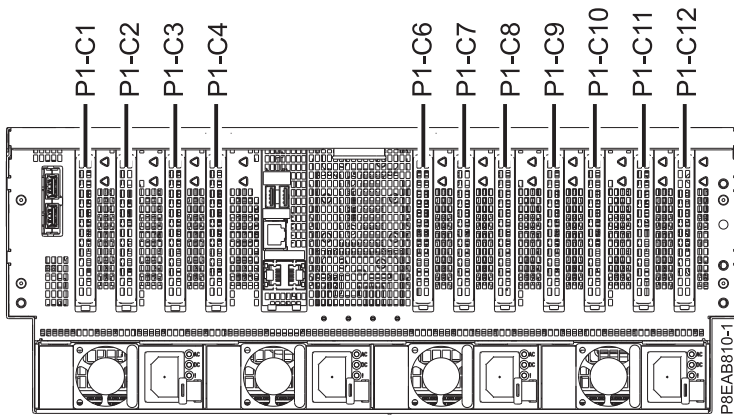

図 24. 8408-44E または 8408-E8E システムの PCIe アダプター・スロットの位置
6. PCIe アダプター・スロットの位置について十分に理解します。PCIe アダプターは、システム背面に取り付けられています。42 ページの図 24 は、8408-44E または 8408-E8E システムでの PCIe アダプターの位置を示しています。